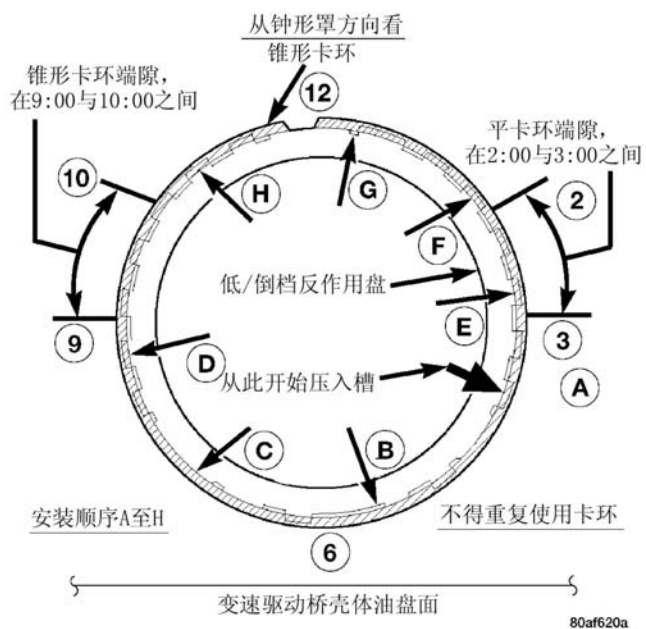
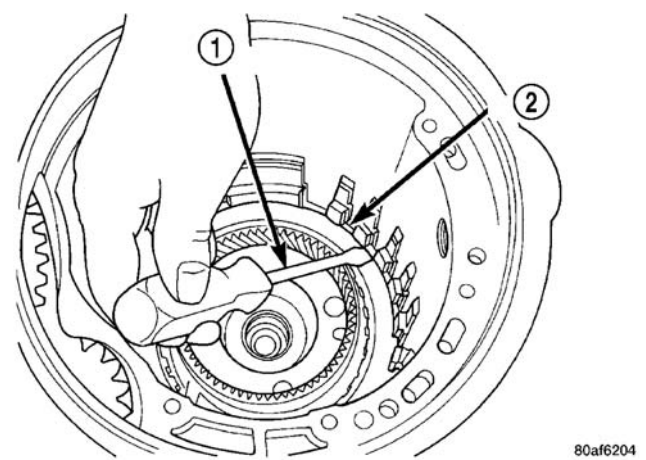

图 129 锥形卡环说明
图 130 卡环安装完成
(42) 安装锥形卡环（锥形侧向上）如（图 129）（图 130）所示。